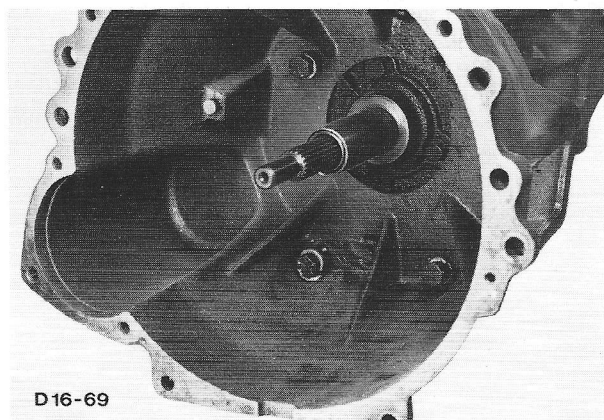

Fig.157 Koppelinghuis met bouten monteren.
53. Monteer het koppelinghuis (fig.157). Smeer de schroefdraad van de bouten in met vloeibare pakking. Monteer de koppelingvork en het druklager.